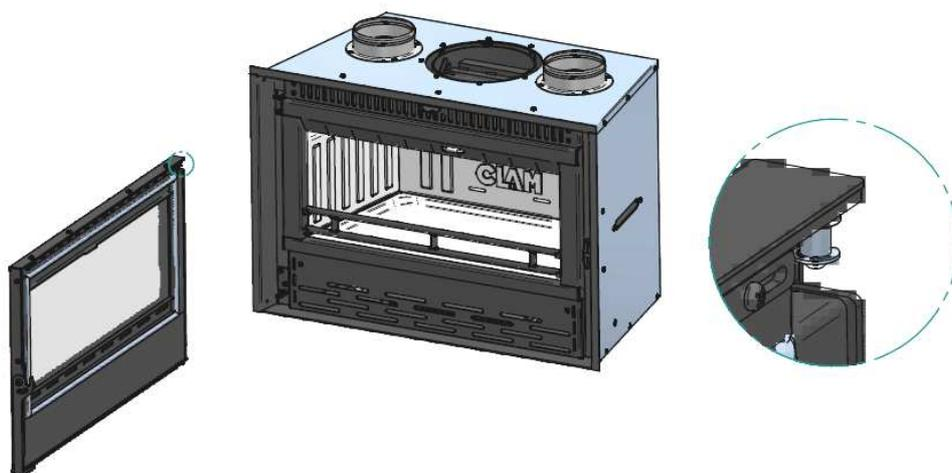

Fig. 49
- 2) Rimuovere l'anello di bloccaggio posto sul perno superiore e sfilare l'antina dai supporti cerniera (Fig.49)